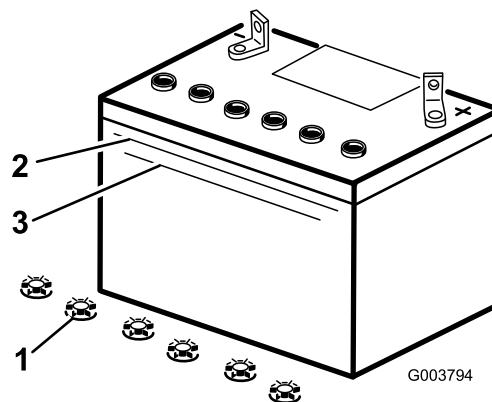

Рисунок 38
2. Посмотрите на боковую стенку аккумулятора. Уровень электролита должен доходить до линии Upper (Верхний) (Рисунок 38). Следите за тем, чтобы уровень электролита опустился ниже линии Lower (Нижний) (Рисунок 38).
3. Снимите крышки заливных горловин аккумулятора (Рисунок 38).
электролита не дойдет до линии Upper (Рисунок 38) на корпусе аккумулятора.
5. После заполнения банок аккумулятора подождите пять или десять минут. В случае необходимости добавьте дистиллированную воду, пока уровень электролита не дойдет до линии Upper (Рисунок 38) на корпусе аккумулятора.